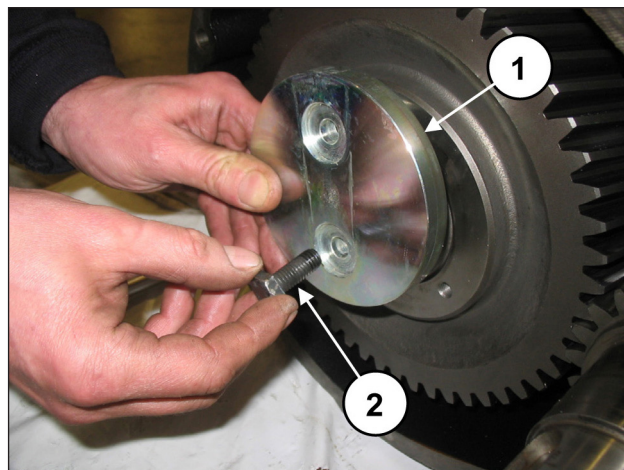
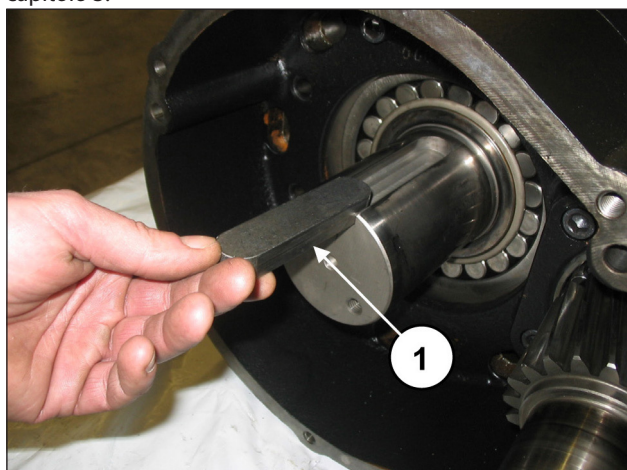

Fig. 63
Fig. 62
Applicare la linguetta $22 \times 14 \times 100$ nella sede dell'albero (pos. ①, Fig. 62) e inserire la corona sull'albero. Fissare il fermo corona (pos. ①, Fig. 63) utilizzando le 2 viti $M10 \times 25$ (pos. ②, Fig. 63). Tarare le viti con chiave dinamometrica come indicato nel capitolo 3.